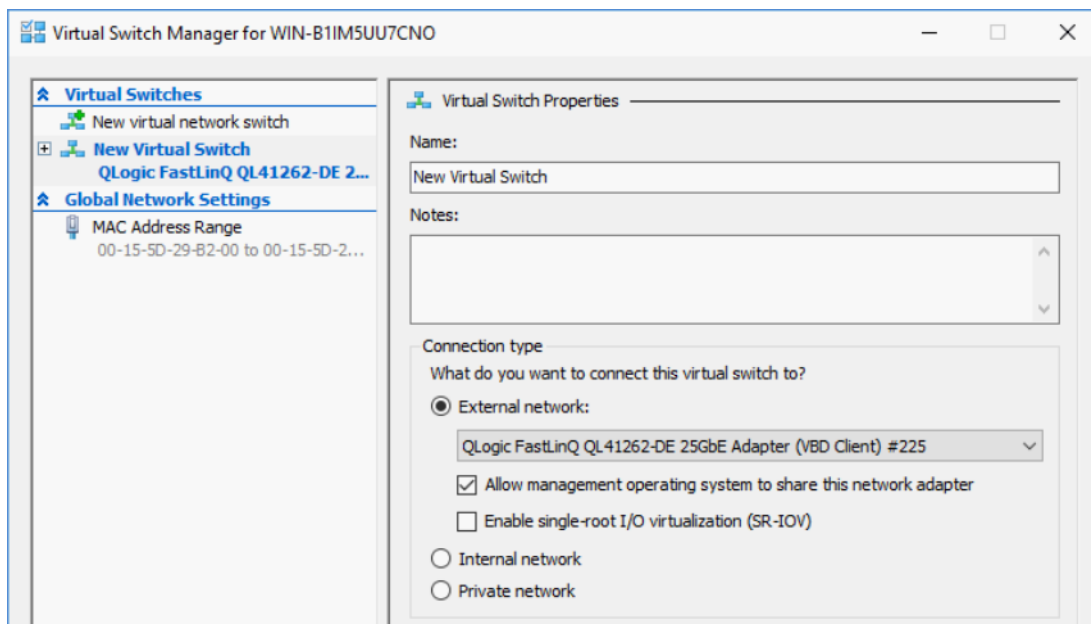

Figure 13-1. Activation de RDMA dans la NIC virtuelle hôte
2. Cliquez sur **Gestionnaire de commutateur virtuel** (voir la Figure 13-1).